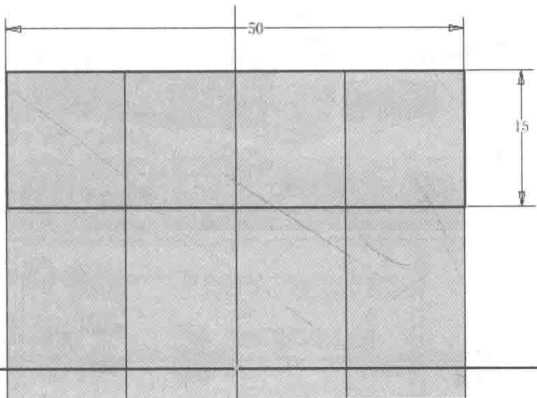

图 1.2-21 绘制矩形
► 选择模型上表平面进行草绘，选择“矩形”命令绘制矩形，如图 1.2-21 所示。